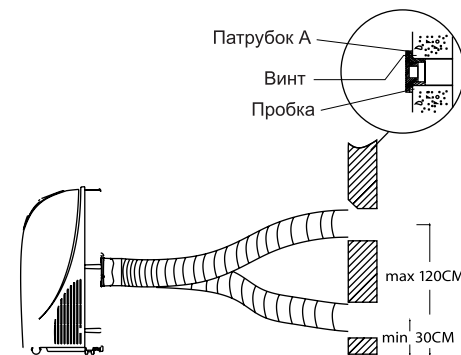
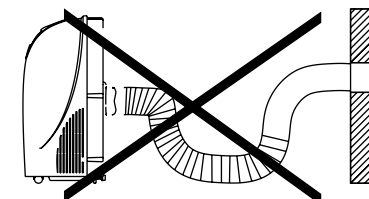

Рис. 9
Рис. 10
2.2. Используя пробки и винты, установите на стену патрубок А. Убедитесь, что патрубок закреплен надежно (рис.9).
Не допускайте образования на шланге изгибов, препятствующих выходу горячего воздуха (рис.10), т.к. это может привести к перегреву и автоматическому отключению кондиционера. Правильное положение шланга показано на рис.9.